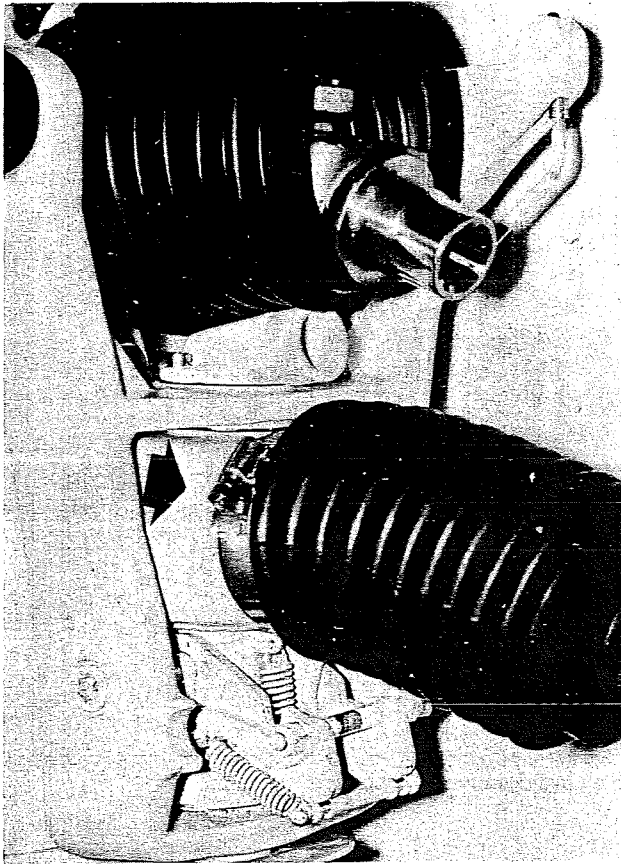

Fig. 28
1. Montera nya gummibälgar (18, 62) för avgasgenomföring och kardanknut. Anslut kylvattenslangen (43) mellan drev och sköld. OBS! Kylvattenslangen är märkt med "Engine" i den ända, som skall monteras på anslutningen i skölden.
3. Häng slangklamman (64) för kardanknutens gummibälg på växelhusets hals. Smörj in knutens och axelns splines med fett. För drevet mot drivaxeln samtidigt som knuten vrides så att splinsen på drivaxeln kan glida in i motsvarande uttag i knuten. OBS! Var försiktig vid monteringen så att inga grader uppstår på splinsen. Gradera försvårar monteringen.
4. För in drevets upphängningsgaffel (10) i skölden och rikta upp den så att axeltapparna (27) kan tryckas in i gaffelns hål. OBS! Glöm ej att montera de två plastbussningarna (42) i gaffelns hål. Vrid axeltapparna så att låsbultarna kan monteras. Drag fast låsbultarna.
6. Häng på slangklammorna (19, 44) för avgas- och kylvattenslangarna. Anslut slangarna och drag åt slangklammorna. Åtdragningsskruven för kylvattenslangen skall placeras på sidan av slangens. Beträffande avgasslangen skall slangklamman vridas som fig. 28